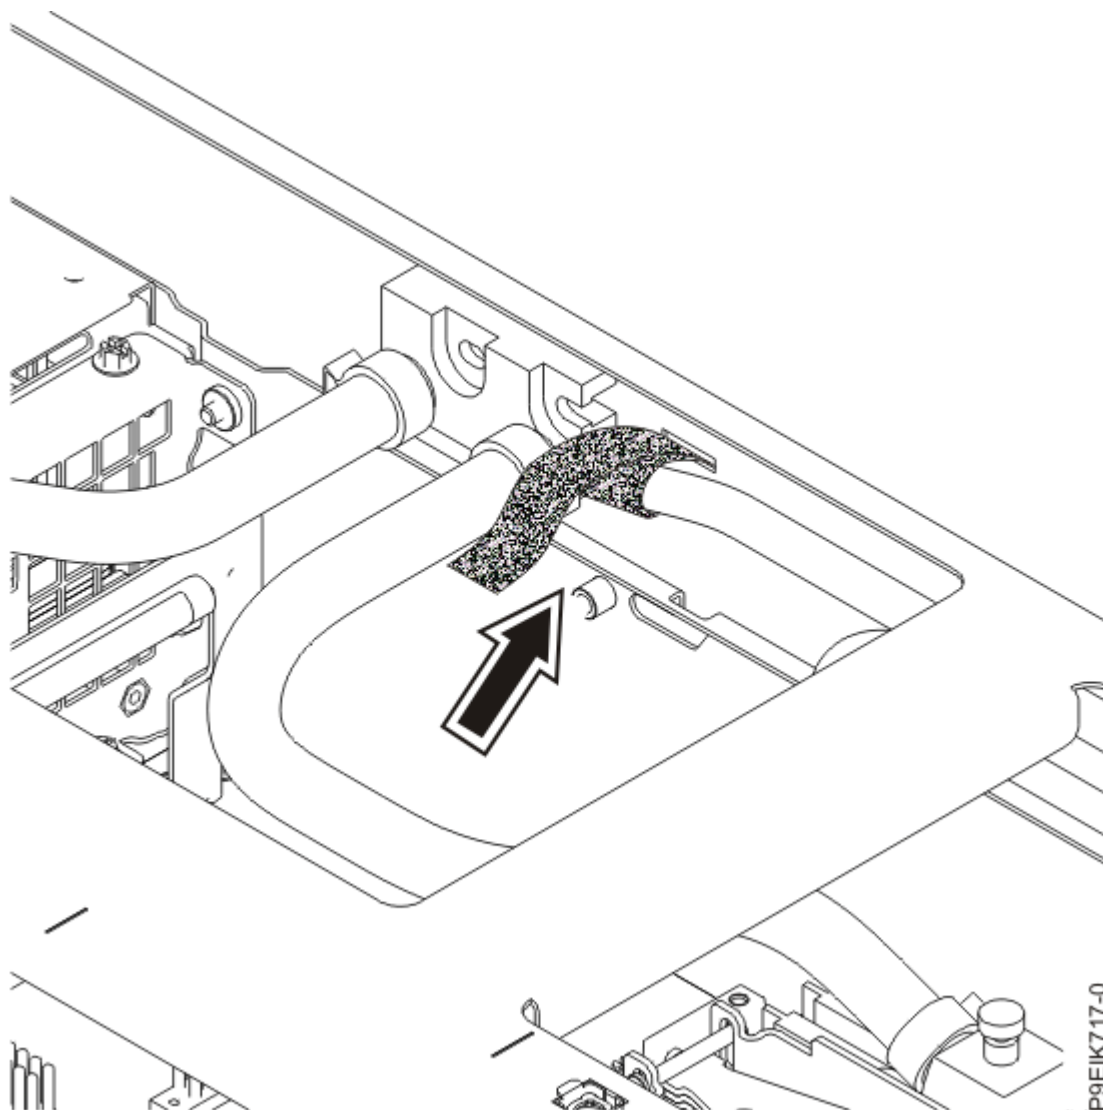

Figura 37. Fijación de la parte frontal del conducto lateral
8. En la parte frontal del sistema, levante el conducto lateral. Sujételo por las patillas y fije la parte frontal del conducto lateral a la portadora de instalación de la placa refrigeradora, tal como se muestra en la Figura 37 en la página 40.